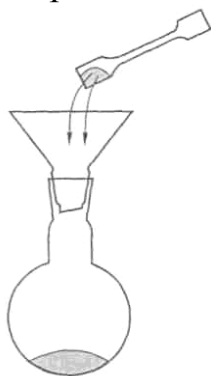

Рис. 6. Загрузка сыпучих веществ в колбу
4. Для загрузки твердых веществ в реакционные колбы используйте специальные воронки с широким горлом (рис. 6.).